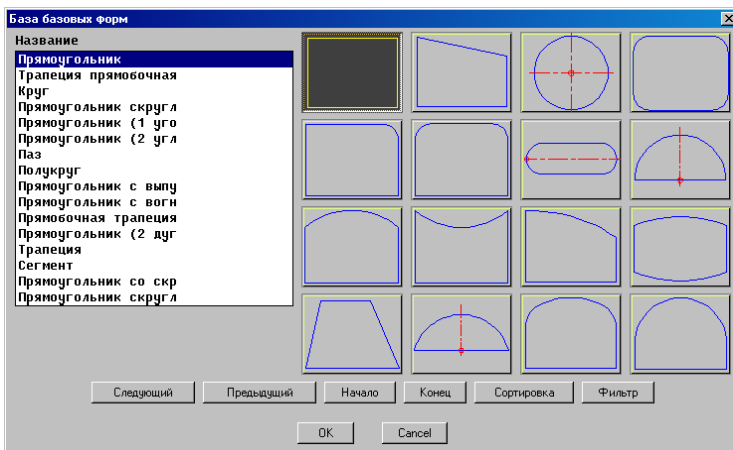

Рис. 3.8. Выбор формы плиты
1) Выбрать форму плиты, см. рис. 3.8. (При вставке прямоугольных плит этот шаг отсутствует).